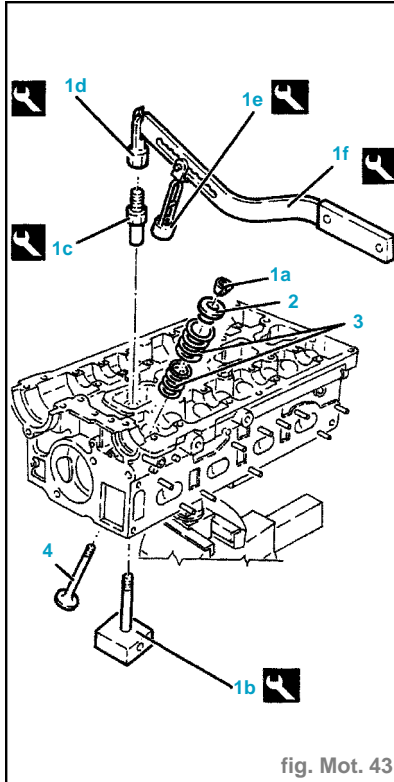
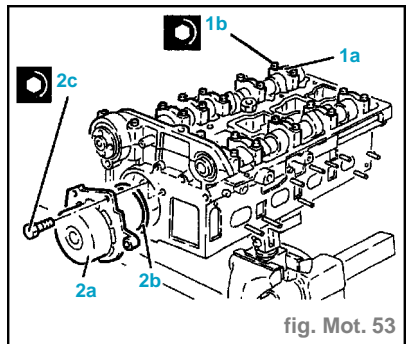

fig. Mot. 43
fig. Mot. 53
- Déposer le demi-coussinet supérieur du support avant de l'arbre à cames d'admission (2).
- Déposer les arbres à cames (3).
- Déposer les pare-huile avant des arbres à cames (4).
- Déposer le demi-coussinet inférieur du support avant de l'arbre à cames d'admission (5).
- Déposer les poussoirs hydrauliques (6).
- Déposer les demi-cônes (1a) en utilisant les outils (1b), (1c), (1d), (1e) et (1f) (fig.Mot. 43).
- Déposer le plateau supérieur de soupape (2).
- Déposer les ressorts de soupape (3).
- Monter la soupape (4) et la soutenir avec les outils (1b) et (1c) (fig. Mot.43).
- Monter les ressorts de soupapes (3).
- Monter le plateau supérieur de soupape (2).
- Assembler les chapeaux des arbres à cames (1a) et les fixer avec les vis (1b) au couple de **1,3 à 1,6 daN.m** (fig. Mot. 53).